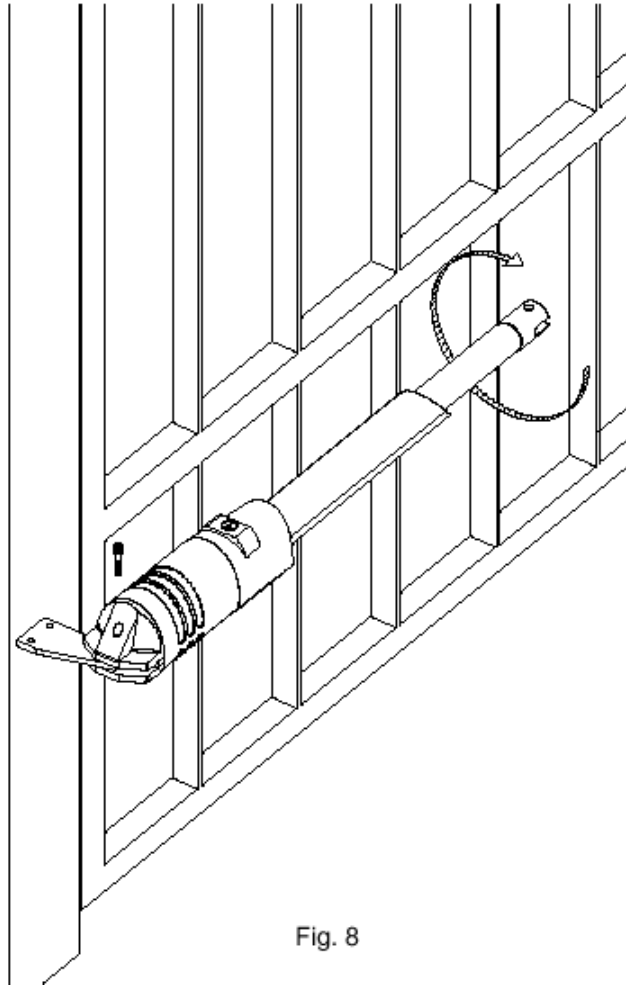

Fig. 8
1. anchor the actuator to the large bracket using the screw provided (see Fig. 8)
1. sujetar el operador a la brida grande mediante el tornillo en equipamiento (ver la Fig. 8 )